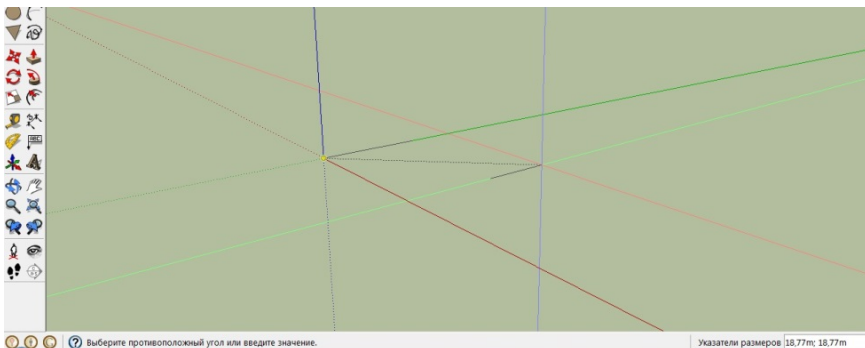

Рисунок 3.6
2. Перемістимо мишу в протилежний кут. Досягнувши позиції, при якій відобразатиметься квадрат, по діагоналі з'явиться пунктирна лінія і відобразиться спливаюча підказка «Квадрат» (рис. 3.6).